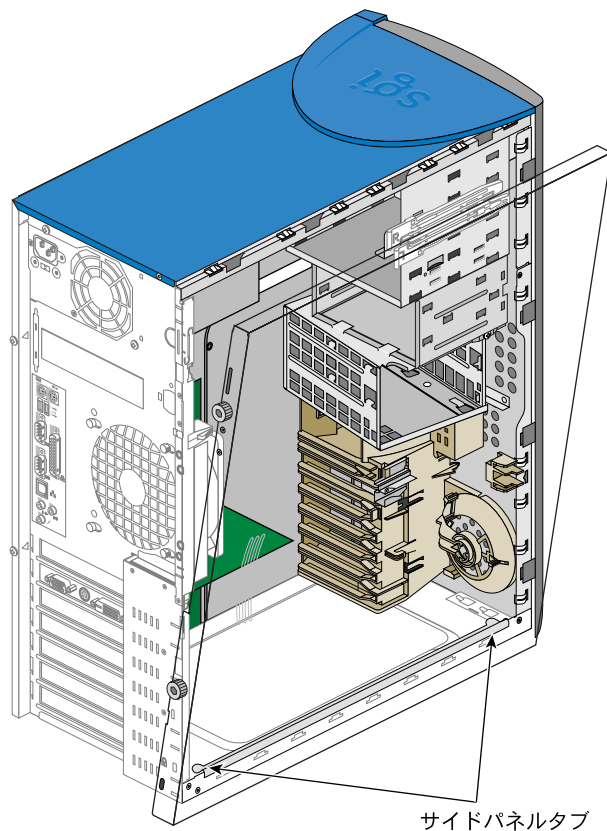

図2-32 サイドパネルの下部本体レールへの取り付け
- サイドパネルを、リアタブが本体の背面に当たるまでシステムの後方にすべらせてみます。サイドパネルはそれ以上移動できません。図2-32にその手順を図示します。